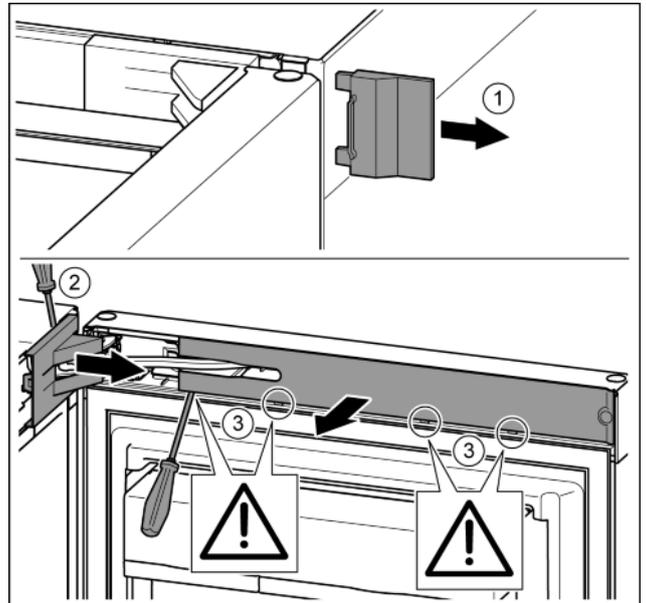

Fig. 10
▶ Äußere Abdeckung abnehmen. Fig. 10 (1)
▶ Lagerbockabdeckung mit Hilfe eines Schraubendrehers ausrasten und lösen. Lagerbockabdeckung abnehmen. Fig. 10 (2)
▶ Blende mit Schlitzschraubendreher ausrasten und zur Seite schwenken. Fig. 10 (3)